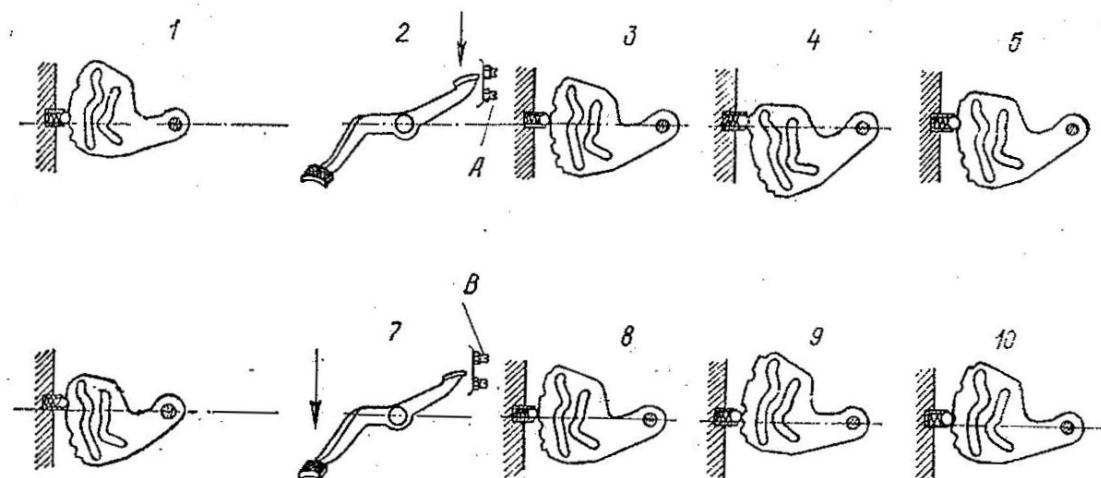

Рис. 17. Схема регулировки механизма переключения передач
**Регулировка механизма переключения передач.** Механизм переключения передач регулируют с помощью упоров (регулировочных винтов), ограничивающих поворот кривошипа собачек (рис. 17), а следовательно, и ход педали переключения.
*Регулируют нижний упор.* Установить сектор переключения передач в положение II передачи, фиксатор при этом попадает в соответствующую выемку сектора (положение 1, рис. 17).